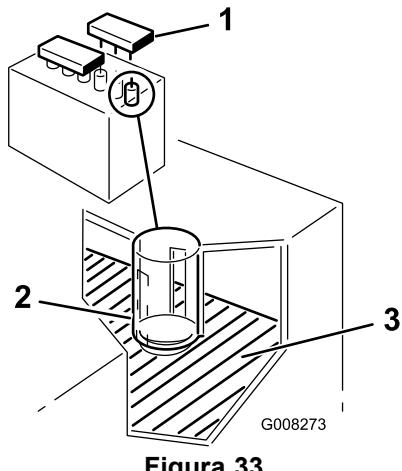

Figura 33
- Togliete i tappi di riempimento. Se l'elettrolito non raggiunge la parte inferiore del tubo (Figura 33), aggiungete la quantità necessaria di acqua distillata; vedere Aggiunta di acqua alla batteria.
- Togliete i tappi di riempimento (Figura 33).
- Versate lentamente dell'acqua distillata in ogni elemento della batteria, finché non raggiunge la parte inferiore del tubo (Figura 33).